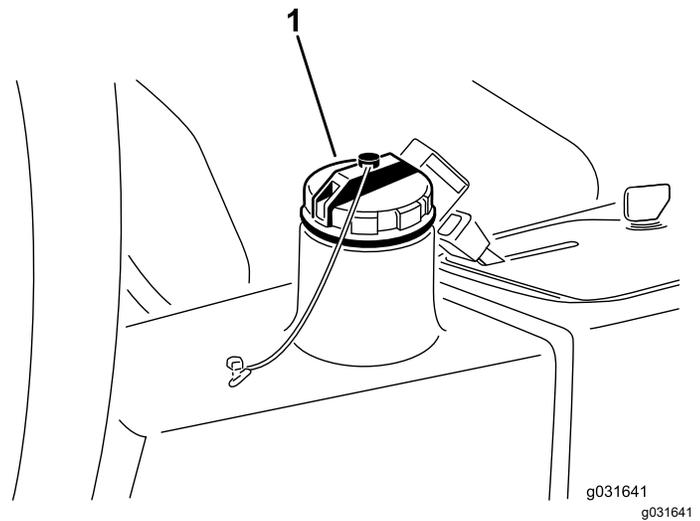

Figura 64
2. Limpie la zona alrededor del cuello de llenado y el tapón del depósito de aceite hidráulico (Figura 64).
3. Retire el tapón del depósito hidráulico (Figura 64).